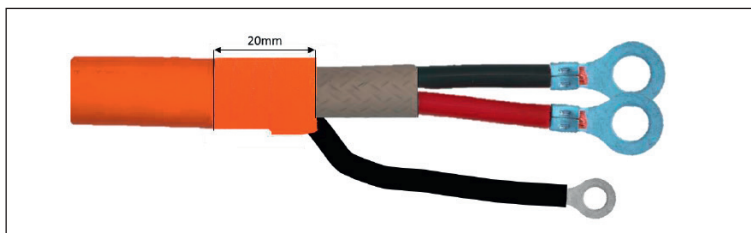

Abb. 8-35: Zweiadrige HV-Leitung: markierten Bereich mit Isolierband umwickeln
- ☞ Den markierten Bereich (Abb. 8-35) auf der HV-Leitung mit Isolierband doppelt umwickeln.